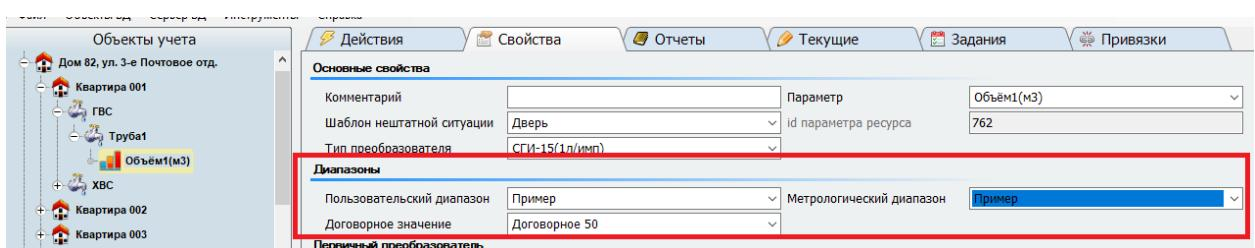

Рисунок 45. Привязка аналитического параметра
- Присвоить каждому аналитическому параметру короткое, но информативное имя, позволяющее без ошибки выбрать его по назначению и пополнить словарь аналитических параметров (рисунок 45).